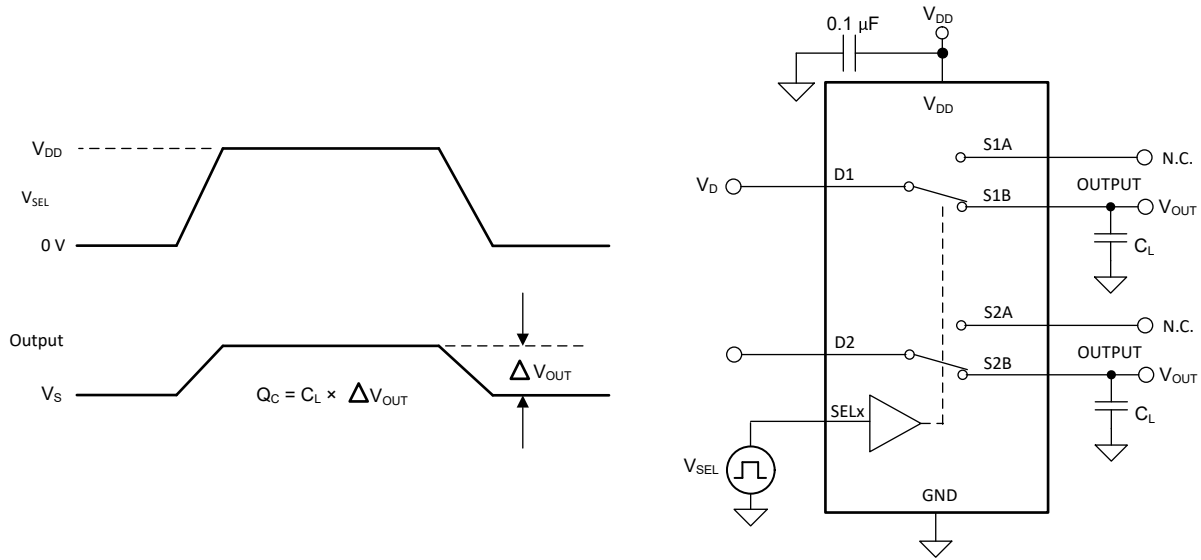

图 7-11. 电荷注入测量设置
电容的任何不匹配都会导致在栅极信号的下降沿或上升沿期间向漏极或源极注入电荷。注入器件源极或漏极的电荷量称为电荷注入，用符号 Q_C 表示。图 7-11 展示了用于测量从漏极 (D) 到源极 (Sx) 的电荷注入的设置。